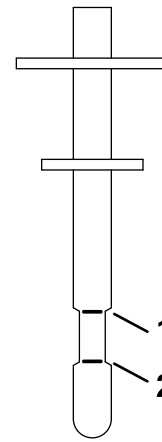

Figura 70
7. Inserte la varilla en el cuello de llenado, retírela y compruebe el nivel de fluido (Figura 70).